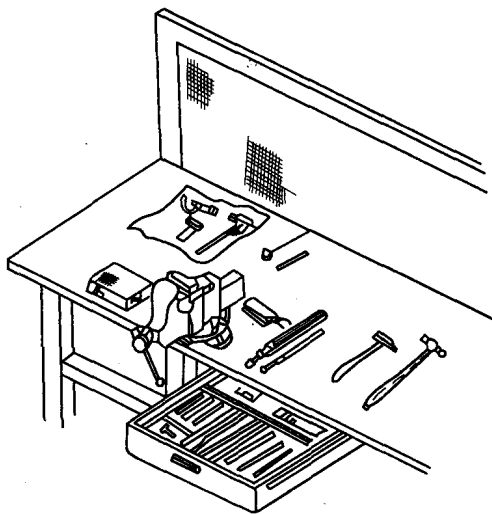

图 1-1 工具与量具的合理放置
②钳工工作地点应保持清洁,零件、工具、量具应有条理地放在规定的位置,以便于使用,如图 1-1 所示。工具、量具等不能叠放和随便堆放,以防止损坏。精密量具要存放在专门的地方,使用时要轻拿轻放。
③放置架(存放零件的架子)应安放在适当的位置,不要离工作地点太远。放置架一般是多层的,应按零件的分类和装配关系分别放置,以便寻找。
④毛坯和待加工件要放置整齐,便于取放。如果种类很多,要按类别、工序摆放好。
⑤开始工作前应做好准备,包括熟悉图样、检查毛坯和待加工件、确定工序等。
⑥集体性质的工作,如装配或机械修理,要有统一调度,工序间要搞好协作,以免返工、窝工、浪费工时。
⑦工作完毕,应对工具、量具、夹具和设备进行清扫、擦洗和涂油,并将它们放回原处。场地要清扫干净,特别要清除油污和积水,以防滑倒伤人。余料和铁屑等要送往指定的地点堆放。